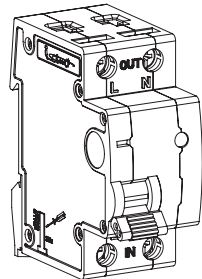

Рис. 1. УСТРОЙСТВО
- УСТРОЙСТВО (Рис.1) является неразборным, содержит корпус с винтовыми зажимами входа и выхода линий фазы и нейтрали, внутри корпуса – плату управления и срабатывающий по ее команде механизм свободного расцепления входного и выходного контактов фазной линии. Входной и выходной контакты нейтрали соединены.